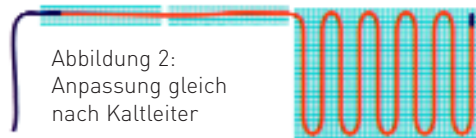

Abbildung 2: Anpassung gleich nach Kaltleiter
- + Bei Anpassungen gleich nach dem Kaltleiter (Abbildung 2) ist darauf zu achten, dass der Heizleiter keinesfalls als Verlängerung des Kaltleiters in den Installationsschutzschlauch zurückgezogen werden darf.